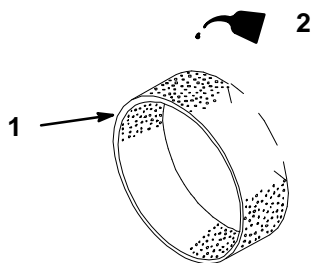

Figure 18
- Verser 30 à 60 ml d'huile (1 ou 2 oz.) sur l'élément (Fig. 18). Presser l'élément pour bien répartir l'huile.